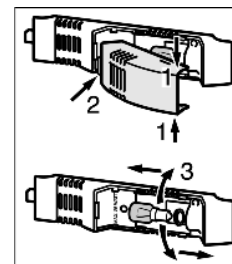

Fig. 23
- ▶ Agarre la cubierta de la lámpara por la parte superior e inferior *Fig. 23 (1)*.
- ▶ Desencaje y desenganche por la parte trasera *Fig. 23 (2)* la cubierta de la lámpara.
- ▶ Sustituya la bombilla *Fig. 23 (3)*.